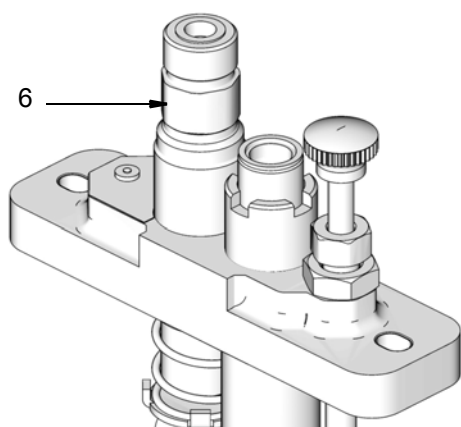

ABB. 8
2. Die Schmiermittelleitung an den Pumpenauslass (6) anschließen (ABB. 8) (siehe auch Seiten 15 und 16).